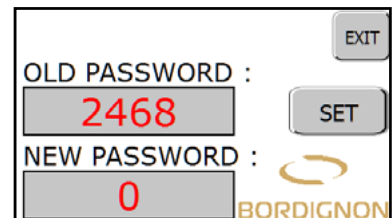

Abb. 15
- Tippen Sie auf das Feld NEW PASSWORD (Abb. 15). Geben Sie das neue Passwort über die Tastatur ein. Drücken Sie ENTER.
- Nachdem das neue Passwort eingegeben wurde, drücken Sie die SET-Taste (Abb. 15). Auf dem Display wird nun das neue Passwort oben auf dem Bildschirm angezeigt. Drücken Sie EXIT.